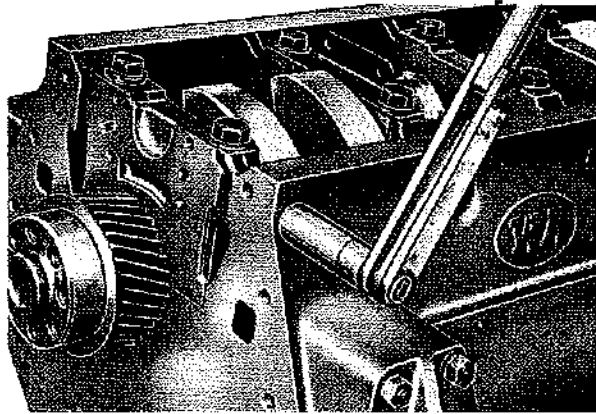

Fig. 27
- Allineare le superfici di contatto. Interporre su secondo supporto, per motori a 6 e 8 cilindri, e su terzo supporto, per motori a 10 e 12 cilindri, la mensola di sostegno filtro olio interno. Avvicinare a mano le viti ai supporti e serrare a 21 kgm. Bloccare le viti laterali a 15 kgm. (Fig. 27).